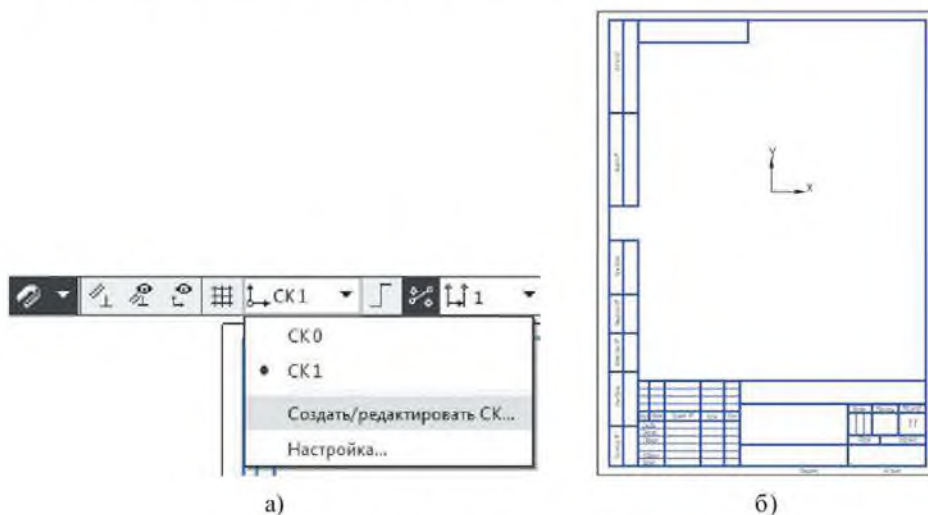

Рисунок 4.24 Создание локальной системы координат
- 2) Создать локальную систему координат (ЛСК) (рисунок 4.24 а) и установить ее в верхней части чертежа (рисунок 4.24 б).